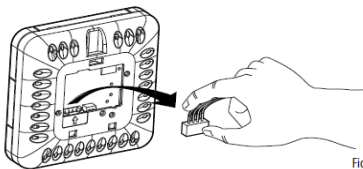

Fig. 2
2. Ontkoppel de 4-pins connector van het voorste deel (fig. 2.);